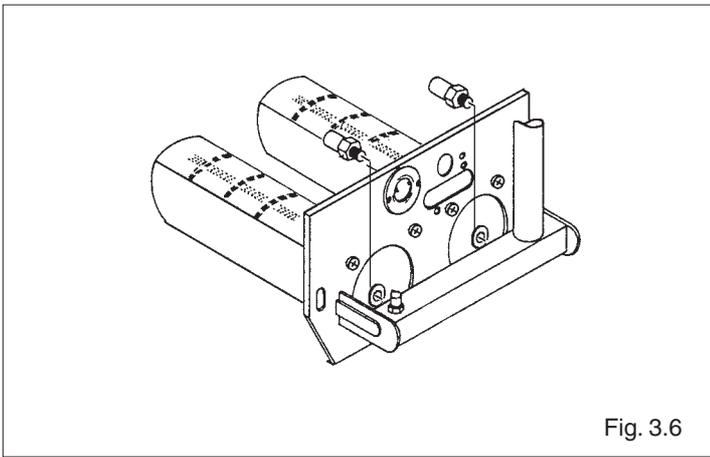

Fig. 3.6
- Svitare dal bruciatore i due ugelli per metano e sostituirli con quelli per GPL, utilizzando anche le guarnizioni in alluminio fornite a corredo (fig. 3.6)